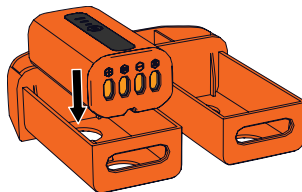

Figura 8
7. Vuelva a insertar las cajas para batería en el compartimento de la batería. Asegúrese de que el extremo con las aberturas esté alineado con la abertura de la parte posterior del compartimento de la batería. (Figura 8)